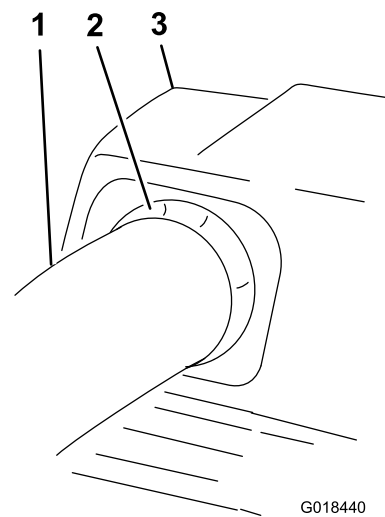

Figura 30
11. Puxe o tubo ligeiramente para fora para que o vedante se estenda para fora e sobre o tubo inferior (Figura 30).
20. Puxe o tubo ligeiramente para fora para que o vedante se estenda para fora e sobre o conjunto do soprador (Figura 30).